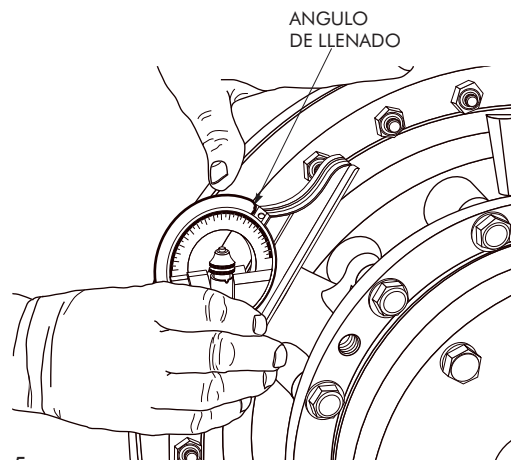

Figura 5
- D. Si se usa un transportador biselado con nivel de fluido, ajustar el transportador al ángulo de llenado requerido y colocarlo en el reborde plano del agujero de llenado, como se muestra en la Figura 5.